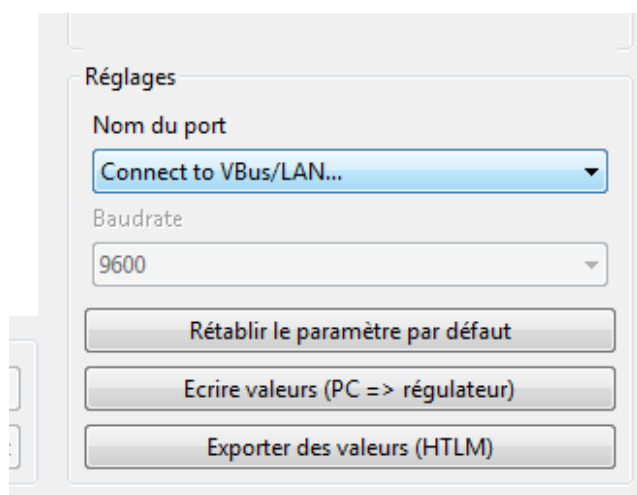

fig. 5
- Cliquez sur l'onglet "Paramétrage" (fig. 5)